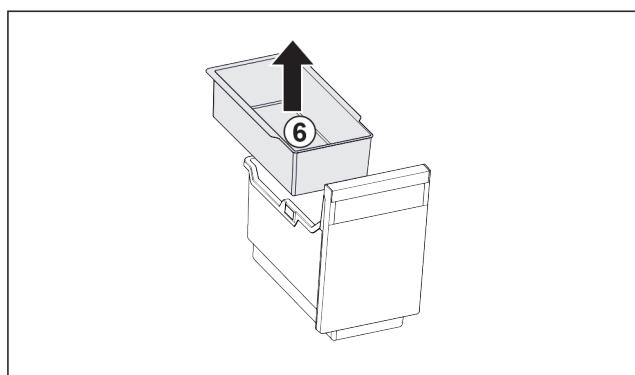

Fig. 101
- Einfüllschale Fig. 101 (6) entnehmen.